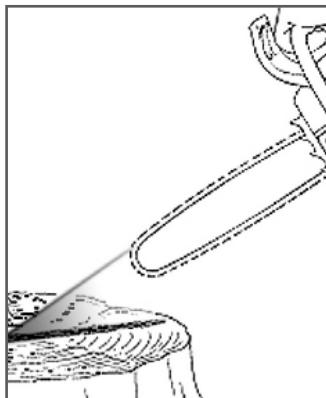

Рис. 9 Проверка смазки шины и цепи
2. Нажмите на рычаг включения и дайте электропиле поработать примерно 10-15 секунд. Под шиной должен оставаться четкий след от масла (Рис. 9).